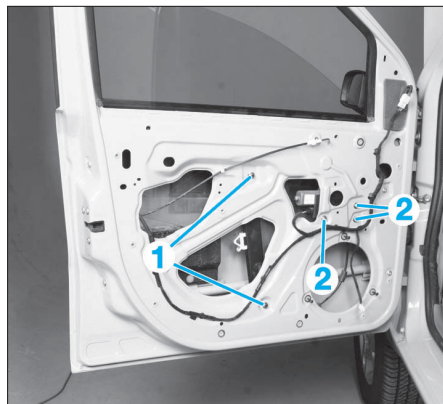

FIG. 69
- Déposer les vis de fixation (1 et 2) (Fig.69).